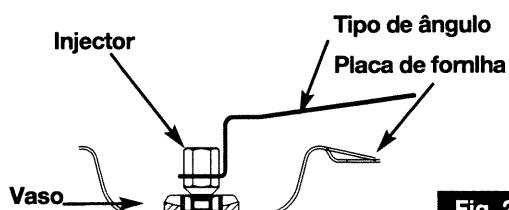

Fig. 2
① ADAPTAR A LIGAÇÃO DO GÁS
② MUDAR OS INJECTORES
③ REGULAR OS DISPOSITIVOS DE REDUÇÃO DO DÉBITO DAS TORNEIRAS
① **ADAPTE A LIGAÇÃO** da mesa ao novo tipo de regulação do gás. Refira-se ao parágrafo "Ligaçāo do gás" correspondente.
② **MUDE OS INJECTORES** procedendo como segue:
- Com ajuda da chave fornecida, desatarraxe os injectores situados no fundo da cada potes e retire-os (fig 2).